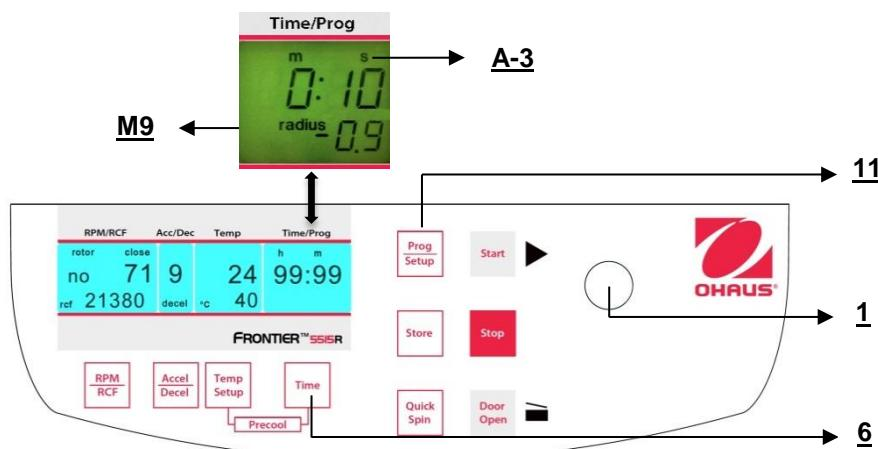

Abbildung. 21.
Schließen Sie den Deckel, drücken Sie dann die Taste "Time" (6) (siehe Abbildung 21) und die Taste "Prog/Setup" (11) zur gleichen Zeit und halten Sie sie.